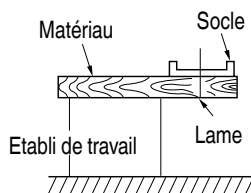

Fig. 15
10. Préparer un établi (Fig. 15)